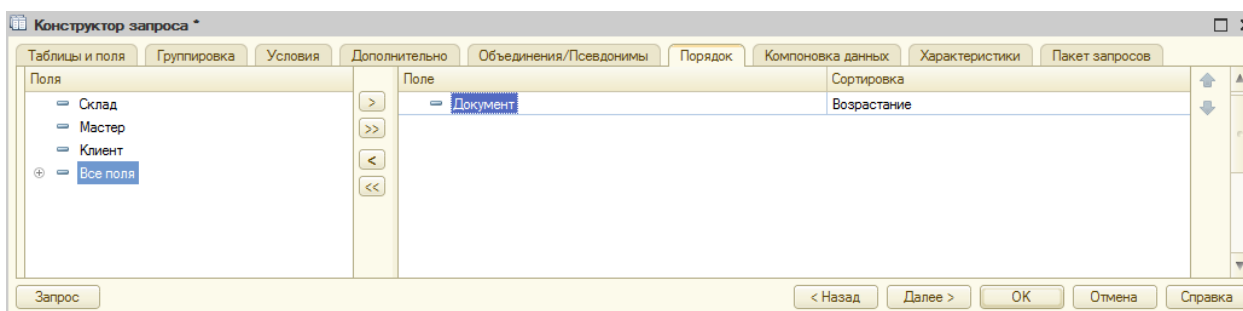

Рисунок 66 Вкладка **Порядок**
7. На вкладке **Порядок** укажите, что результат запроса должен быть упорядочен по значению поля **Документ** (рис. 66):